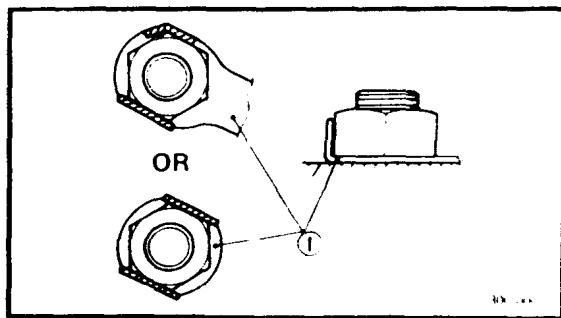

图 1-4
(1) 在发动机的大修过程中，应更换所有的衬垫、密封件和 O 型密封环。必须清洗所有的衬垫表面、油封口和 O 型密封环。
(2) 在重新组装过程中，所有的相配零件和轴承均应涂上润滑油。油封口应涂上润滑脂。
所有的锁紧垫圈/垫片①和开口销在拆卸后均应更换。在适当拧紧螺栓或者螺母之后，应沿螺栓或者螺母的侧面弯曲锁紧凸舌见图 1-4。